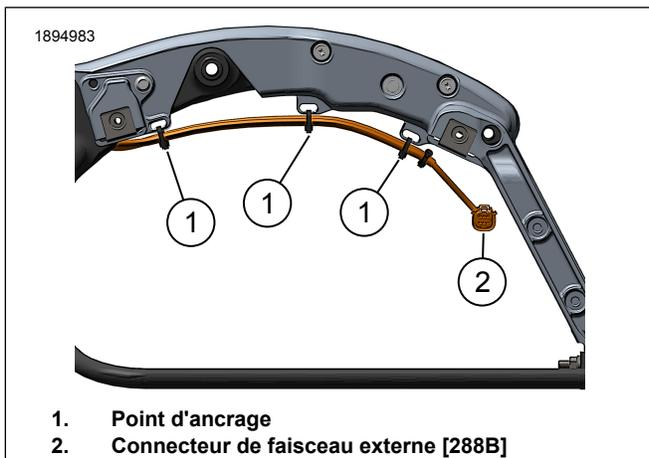

Figure 6. Acheminement du faisceau (gauche)
- a. Voir la figure 6. Connecter et acheminer le faisceau câbles externe le long du rail du cadre arrière gauche. À l'aide de serre-câbles, installer le faisceau sur les points d'ancrage (1) sans serrer. Ne pas serrer les serre-câbles.